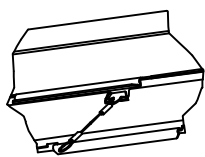

FIGURE 2: ATTACHE
- C. Fixer la plaque de LED sur le boîtier en faisant boucler l'attache sur la lance "T" comme illustré à la Figure 2.
- 6) Insérer la carte LED 4 'en insérant le couvercle dans le boîtier. Ensuite, démarrez un côté de la carte dans l'emplacement et LED dans le boîtier en poussant l'opposé de la carte jusqu'à ce qu'elle s'enclenche comme indiqué sur la Fig. 2.